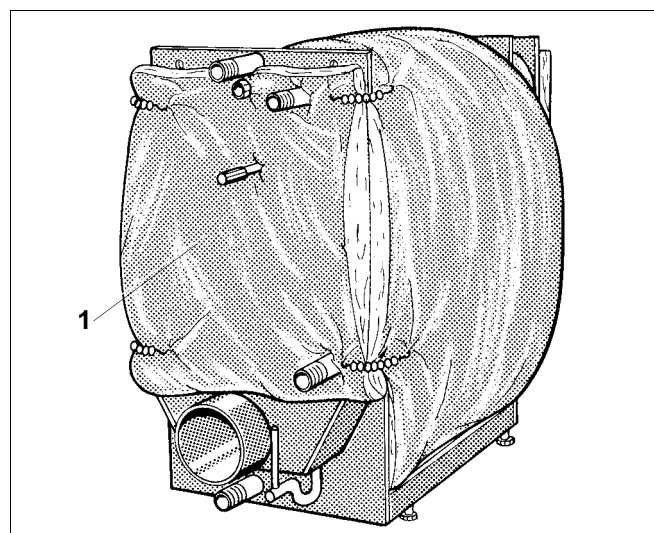

Рис. 6 Крепление теплоизоляции задней стенки
- Уложите теплоизоляцию (рис. 6, **поз. 1**), на заднюю стенку учитывая вырезы на ней, и закрепите справа и слева 2 стяжными пружинами к теплоизоляции корпуса (рис. 6).